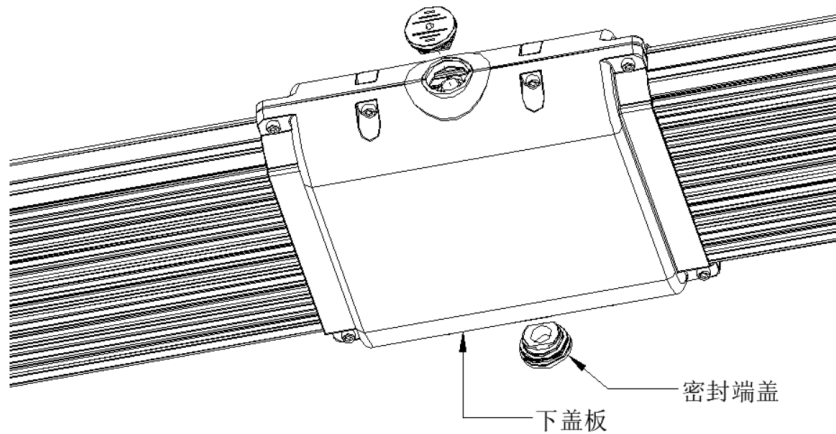

图 2-11 下盖板和密封端盖装配示意图
- 步骤 9. 使用 M6 圆柱头内六角螺钉固定底部结合件下盖板, 力矩为 10Nm (见图 2-11)。
- 步骤 10. 把两侧密封端盖用内六角扳手旋转 90° 紧固牢靠 (见图 2-11)。